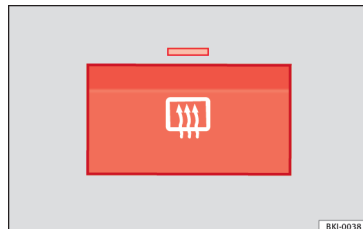

Abb. 150 Bei den Bedienelemente der Klimaanlage: Schalter für Heckscheibenheizung.
- Drücken Sie den Schalter für die Spiegelheizung  »» **Abb. 150**.